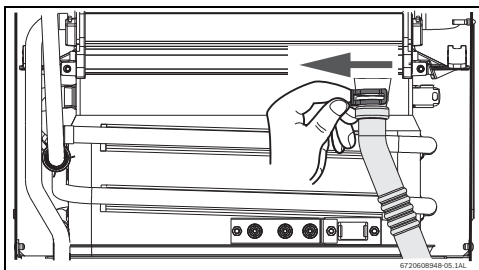

Fig. 49
- Retirar el clip y soltar la extremidad del tubo de condensados (consultar la Fig. 49).